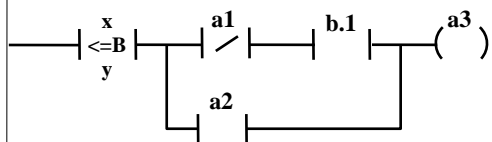

Рис. 7. Программа для примера решения варианта 1 по теме 1.
Заданный для варианта 1 алгоритм приведен на рис. 6, а программа в редакторе LAD - на рис.7.
- аналогично выбрать блок V_1 (преобразование из формата байта в формат Integer) в папке Convert, блоки ADD_I и MUL_I (сложение и умножение в формате слова) в папке Integer Math и заполнить поля соответствующих параметров (рис. 7);
3. Записать вторую сеть Network2. Здесь (рис. 7), кроме блока сравнения $\uparrow < \text{V} \downarrow$, присутствуют только битовые операции. Поэтому после записи этого блока необходимо:
- Ввести параметры контактов в соответствии с рис. 7.
4. Записать третью сеть Network3 (рис. 7).